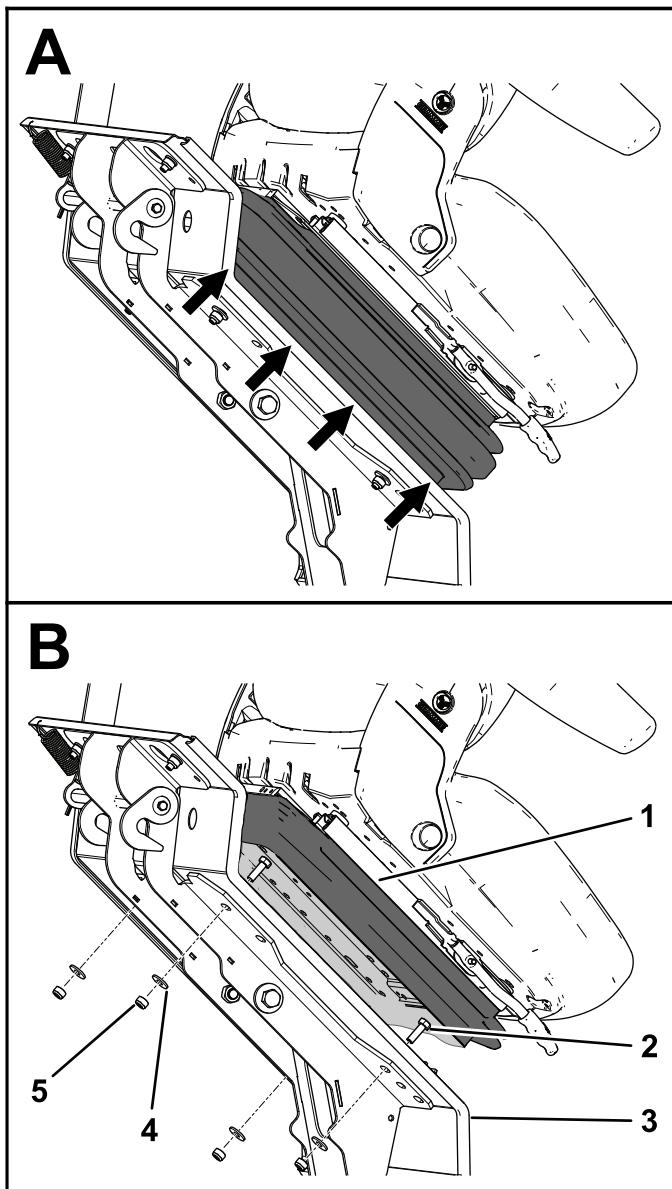

Figure 7
- C. Une fois que toutes les languettes sont sorties des fentes, tirez le soufflet en caoutchouc vers le haut (A de la Figure 7).